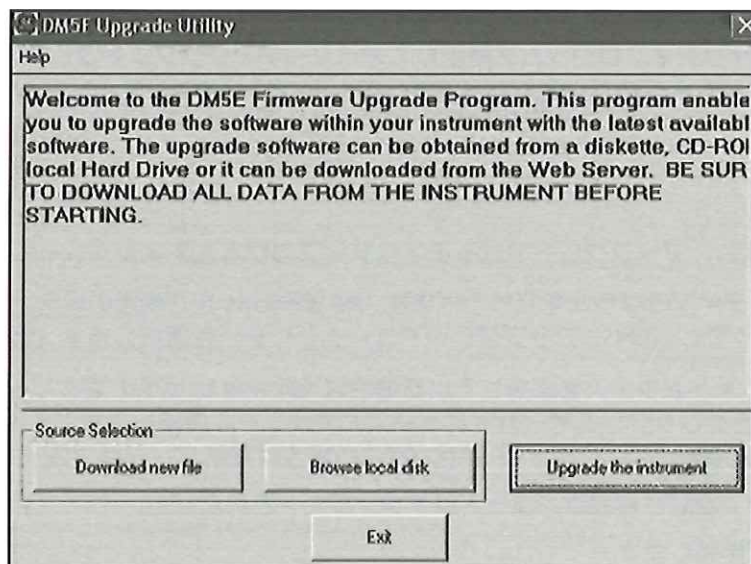

図 24: パラメータ設定の変更
2. アップグレードユーティリティプログラムを立ち上げます。MS Windows をご使用の場合、スタートボタンから [ファイル名を指定して実行] をクリックし、DM5E アップグレードユーティリティを選択します (図 24)。